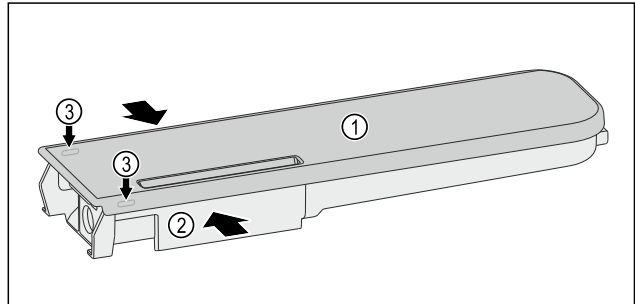

Fig. 195
- ▶ Presser le réservoir d'eau *Fig. 195 (2)* et faire levier pour lever précautionneusement le couvercle *Fig. 195 (1)* par les ergots *Fig. 195 (3)*.
- ▶ Faire légèrement bouger le couvercle *Fig. 195 (1)* de l'avant vers l'arrière puis le retirer par le haut.